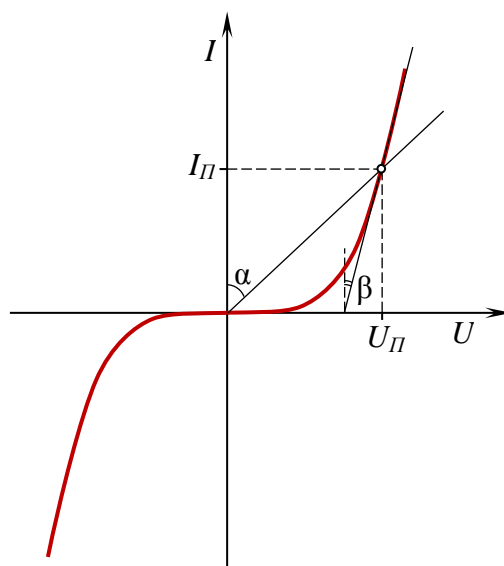

Рис.7.1. ВАХ варистора
*Варистор* (англ. *vari(able) (resi)stor* – переменный резистор) – резистор, сопротивление которого зависит от приложенного к нему напряжения. Варистор имеет нелинейную симметричную вольтамперную характеристику (рис.7.1).